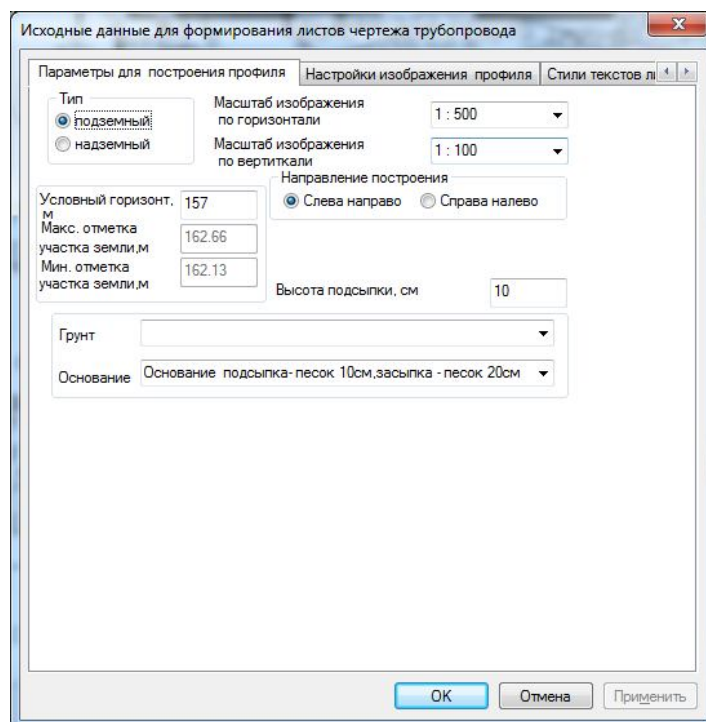

Рис.46
- **параметры для построения профиля трубопровода** (рис.46);